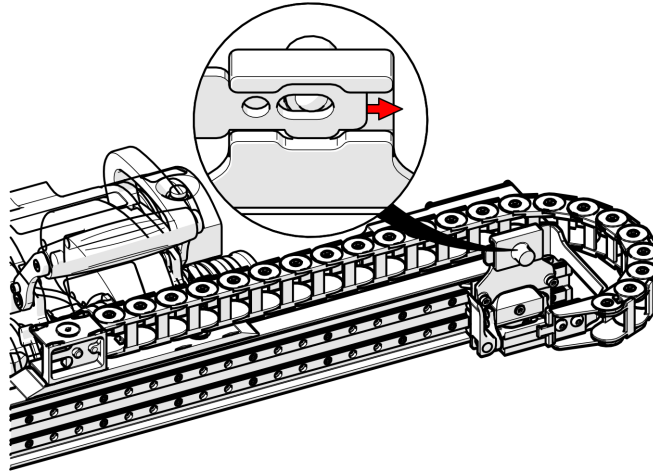

Figure 2-29 Coulissage du support pour fixation au chariot
3. Faites coulisser le support du chemin de câbles jusqu'à ce qu'il soit parfaitement en place (voir la Figure 2-29 à la page 69).